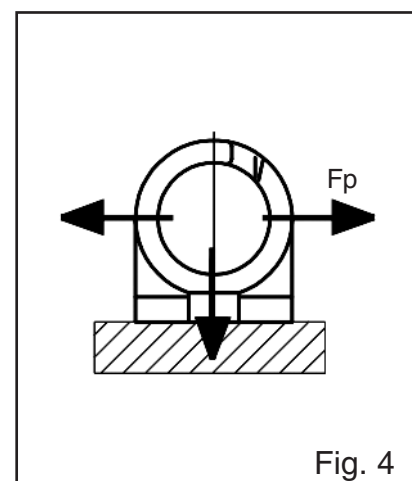

Fig. 4
- la direzione accettabile della forza derivante da una caduta F_p è esclusivamente quella indicata nella Fig. 4